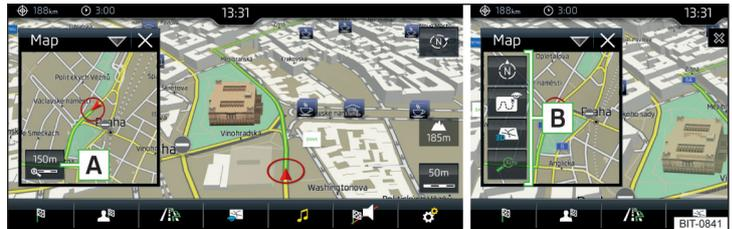

Abb. 223 Karte im Zusatzfenster
► Im Zusatzfenster die Funktionsfläche **A** » Abb. 223 antippen.